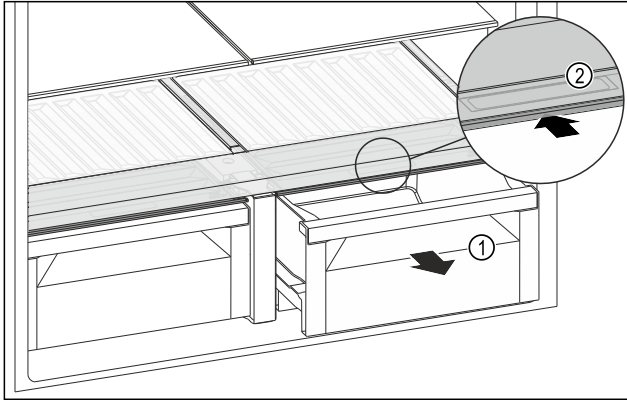

Fig. 139
- ▶ Schubfach *Fig. 139 (1)* herausziehen.
- ▶ Griffmulde *Fig. 139 (2)* am Fachdeckel anfassen und Fachdeckel gleichzeitig nach hinten schieben.